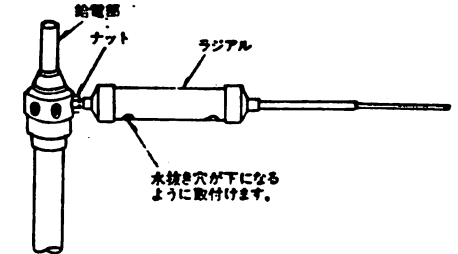

図6
5) 各ラジアルを給電部のネジ部にいっぱい差し込んだのち、水ヌキ穴が下になる様にもどしてから付属の六角ナットを対辺19のスパナあるいはモンキーレンチで締めつけて固定します。図6